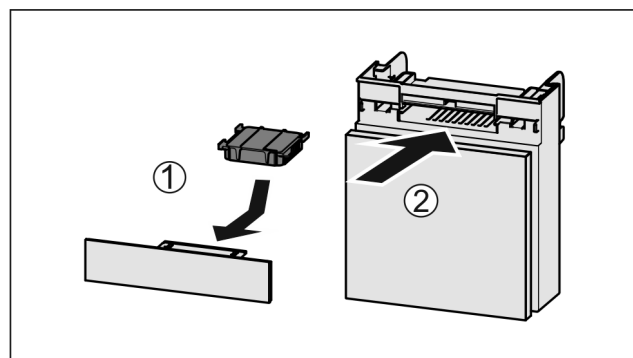

Fig. 165
- Insérer le filtre à charbon actif d'après le schéma Fig. 165 (1).
- Insérer le compartiment Fig. 165 (2).